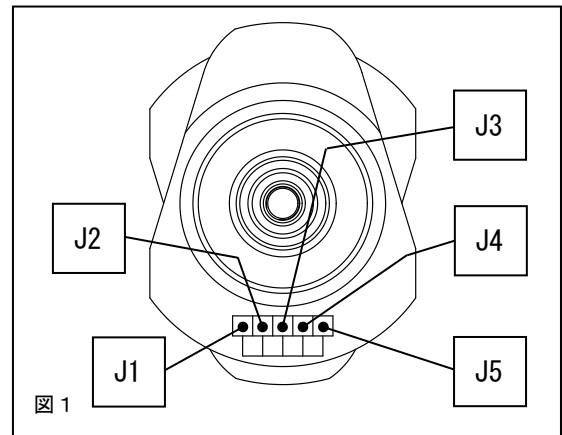
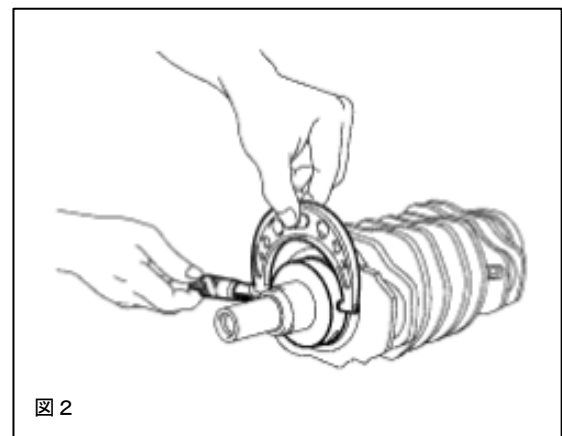
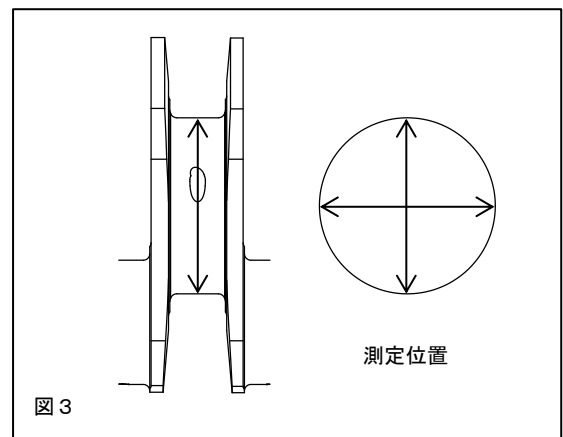

図1
図2
図3
2. 1 クランクジャーナル外径は、図1を参照してフロントウエイト側に記入してあるジャーナル外径の分類記号（上段）を確認するか、マイクロメータを用いて測定してください。オイルクリアランスの計算には大きい方の値を使用します。（図2、図3）